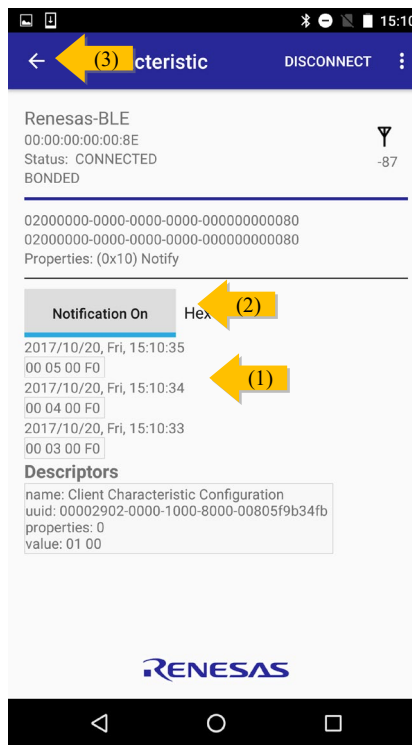
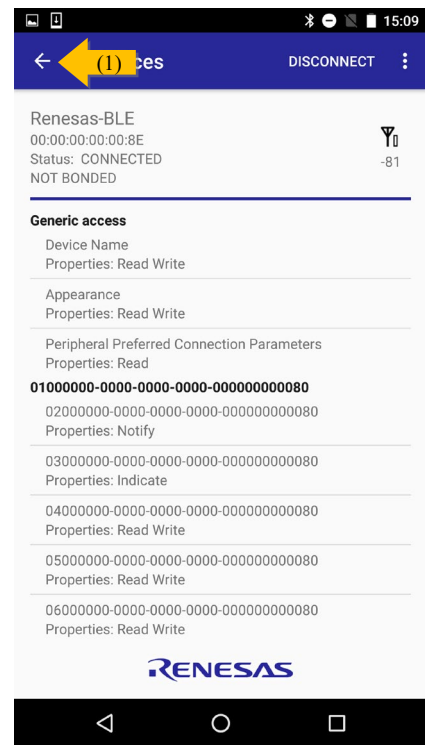

図 A5
図 A6
6. Notification の受信が開始され、16進で表記されたデータの bit16:31 が1秒間隔で更新（インクリメント）されることを確認します。（図 A5 の矢印 1）
7. RSK のポテンショメータをプラスドライバで回転させると、16進で表記されたデータの bit0:7 の値が変化することを確認します。（図 A5 の矢印 1）
8. [Notification On]を選択し、Notification を無効化します。（図 A5 の矢印 2）
9. 画面上部の[←]を選択し、デバイスとの接続を切断します。（図 A5 の矢印 3）（図 A6 の矢印 1）